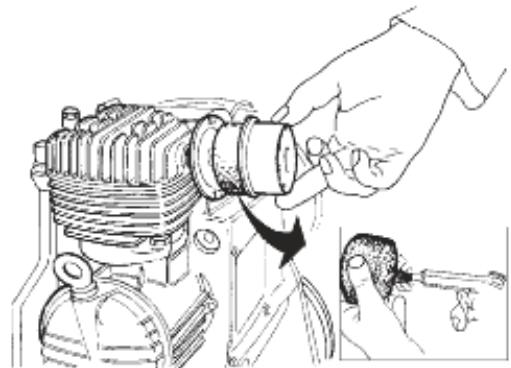

fig. 9
- **Filtre de l'air (fig. 9).**